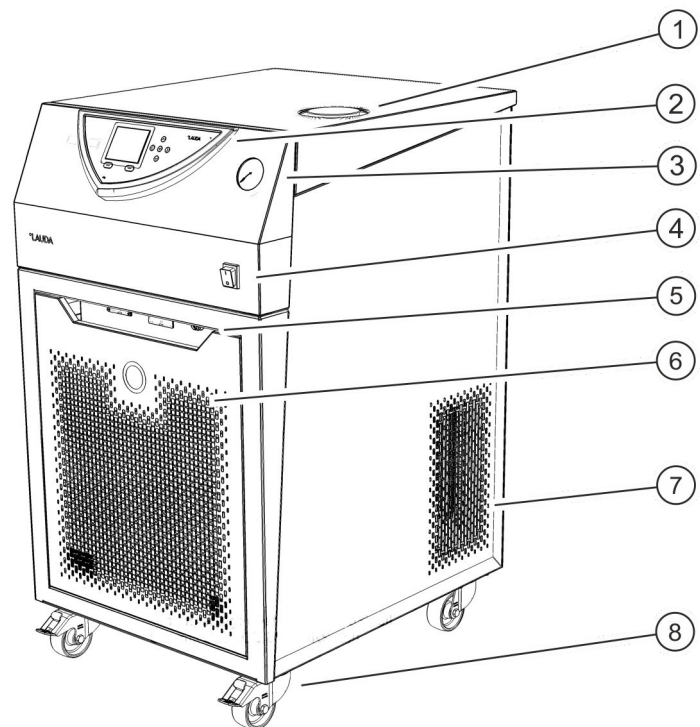

Abb. 5: Frontseite VC 2000
7. **Bild 5:** Kippen Sie das Gerät vorsichtig minimal auf die Seite ⑧. Entfernen Sie den Schaumstoff ⑨ auf dem das Gerät vorher stand. Auf der anderen Seite verfahren Sie ebenso.
8. **Bild 5:** Der Holzdeckel wird jetzt zur Rampe. Die schräge Seite der Rampe muss vom Gerät weg und zum Boden zeigen. Die Führungsleisten sind sichtbar. Setzen Sie die Rampe ⑩ auf die Aussparung an der Palette. Öffnen Sie die Rollenbremsen am Gerät.